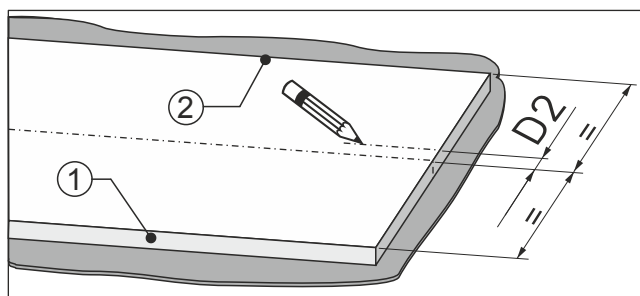

Fig. 91
- Mittaa mitta Fig. 91 (D2) kalustepeitteen keskikohdasta ovivasteen puolen Fig. 91 (2) suuntaan.